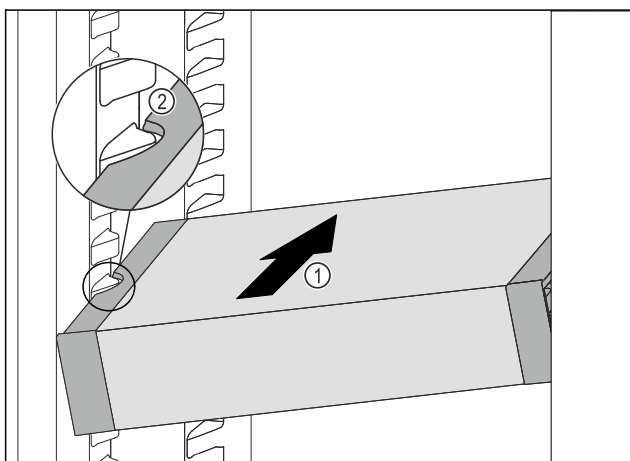

Fig. 59
- ▶ VarioSafe schuin in het koelgedeelte schuiven Fig. 59 (1), tot de uitsparingen aan de zijkant Fig. 59 (2) van de VarioSafe op de hoogte van de rib in het koelgedeelte zitten.